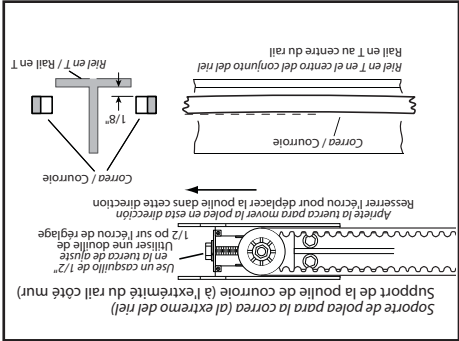

FIG. 1-7 Ajuste de la Correa.
1. Acople el conjunto del riel a la caja de control alineando el pín en el eje del motor. Use (3) pernos de 5/16"-18 x 1/2"
2. Apriete la correa girando la tuerca de ajuste hacia la derecha. La tuerca de ajuste de motor en el otro extremo del riel (Fig. 1-7).
3. Apriete la correa hasta que esta esté a aproximadamente a 1/8 in (0,32 cm) arriba de la base del riel y en un punto medio del mismo (Fig. 1-7).
2. Tendrez la courroie en tournant l'écrou de réglage vers la droite. L'écrou de réglage de la courroie se situe à l'opposé de l'ensemble moteur, à l'autre extrémité du rail (Fig. 1-7).
3. Resserrer la chaîne jusqu'à ce que la chaîne soit 1/8 po au-dessus de la base du rail au milieu du rail (Fig. 1-7).